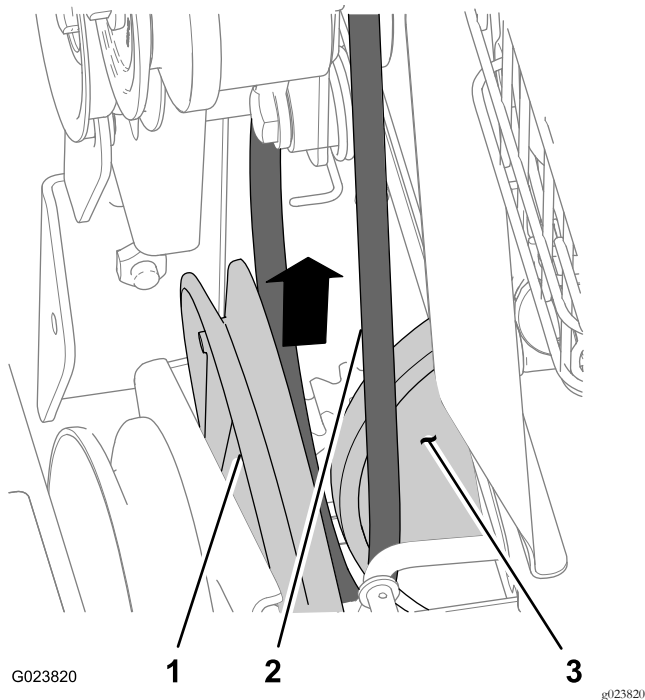

Bild 43
- Schieben Sie den Treibriemen aus der Rille der Fahrtriebsriemenscheibe und nach oben zwischen die Riemenscheibe und dem Reibrad (Bild 43).
- Fluchten Sie den Treibriemen zwischen dem Reibrad und der Riemenscheibe des Fahrtriebs aus (Bild 43).